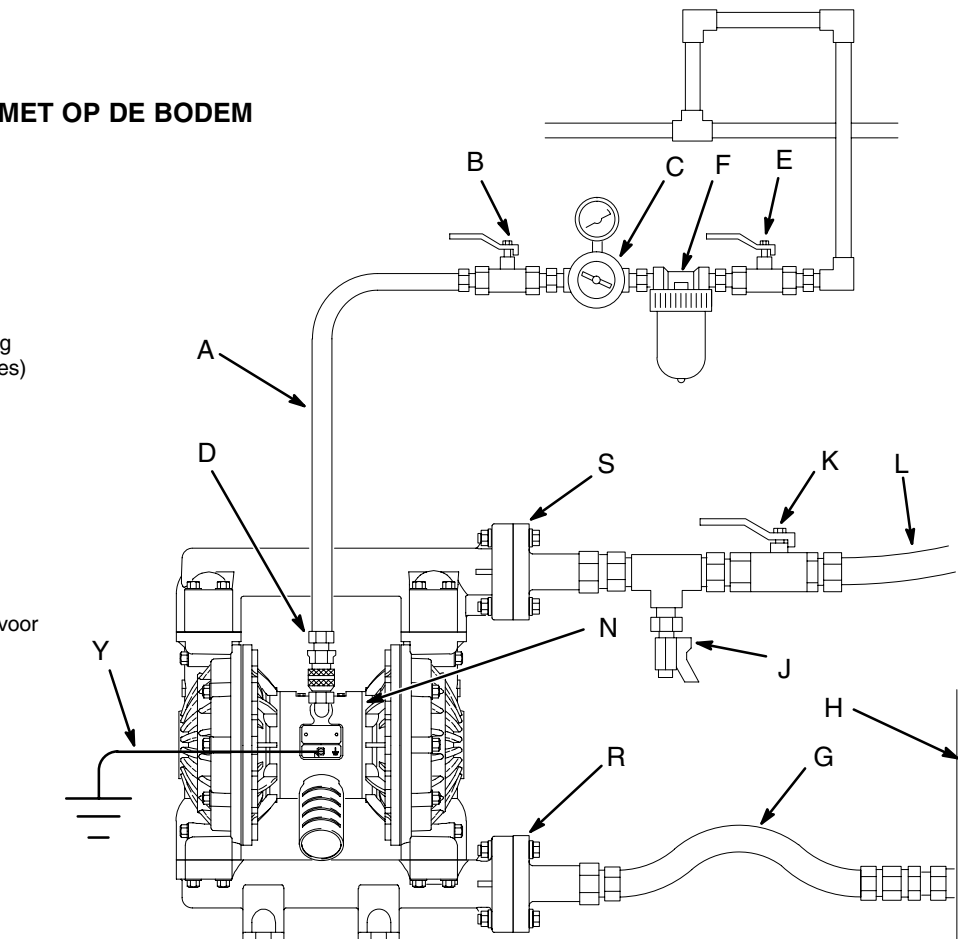

Fig. 2
1. De voorbeeldopstelling afgebeeld in Fig. 2 is slechts bedoeld als voorbeeld voor het kiezen en installeren van de systeemcomponenten.
Een zelfontlastende hoofdvluchtkraan (B) moet in de installatie aanwezig zijn, om lucht te laten ontsnappen die opgesloten is blijven zitten tussen deze kraan en de pomp. Opgesloten lucht kan de pomp onverwachts aan het lopen brengen, wat kan resulteren in ernstige verwondingen, zoals door vloeistof die in de ogen of op de huid spat, verwondingen door bewegende delen, of verontreiniging door gevaarlijke vloeistoffen. Zie Fig. 2.
1. Installeer de luchtleidingstoebehoren zoals aangegeven in Fig. 2. Monteer deze accessoires aan de muur of aan een muurbeugel. Controleer of de luchtleiding die de accessoires voedt elektrisch geleidend is.
- a. Installeer een luchtregelaar (C) met manometer om de vloeistofdruk te regelen. De vloeistofdruk aan de uitlaat is hetzelfde als de ingestelde luchtdruk aan de luchtregelaar.
- b. Plaats de ene zelfontlastende hoofdvluchtkraan (B) dicht bij de pomp en gebruik hem om opgesloten lucht te laten ontsnappen. Zie de **Waarschuwing** aan de linkerkant. Voorzie eveneens een zelfontlastende hoofdvluchtkraan (E) stroomopwaarts van alle luchtleidingsaccessoires en gebruik die om de accessoires af te sluiten tijdens werkzaamheden voor schoonmaak en reparatie.
- c. Het luchtleidingsfilter (F) verwijdert schadelijk vuil en vocht uit de aangevoerde perslucht.
2. Monteer een elektrische geleidende, buigbare luchtslang (A) tussen de toebehoren en de 1/2 npt(f) luchtinlaat (N) van de pomp. Zie Fig. 2. Gebruik een luchtslang met een binnendiameter van minstens 13 mm.
3. Monteer een snelkoppeling (D) voor luchtslangen op het eind van de luchtslang (A); zorg dat de doorvoeropening van de koppeling groot genoeg is om de luchtdoorvoer niet te blokkeren, wat een negatieve invloed heeft op de pomp prestaties. Schroef de bijpassende nippel goed in de luchtinlaat van de pomp. Plaats de koppeling (D) nog niet op nippel, totdat u klaar bent om de pomp te gaan gebruiken.
VERKLARING VOOR FIG. 2
Er moet een vloeistofafvoerventiel (J) in uw systeem zijn aangebracht om de druk te ontlasten als de slang dicht zit. Het afvoerventiel vermindert het risico op ernstige verwonding, zoals door vloeistofspatten in de ogen of op de huid, of verontreiniging met gevaarlijke vloeistof bij het ontlasten van de druk. Plaats het ventiel dicht bij de vloeistofuitlaat van de pomp. Zie Fig. 2.
1. De vloeistofuitlaat van de pomp (S) is een 1-1/2 inch mm lange opstaande flens. Zie **Flensverbindingen** op pagina 8.
2. Installeer een vloeistofafvoerventiel (J) bij de vloeistofuitlaat. Zie de **Waarschuwing** hierboven.
3. Installeer een afsluitventiel (K) in de vloeistofuitlaatleiding.